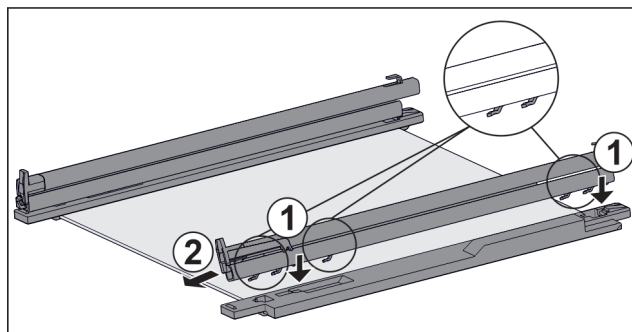

Fig. 133 带轨道和固定件的玻璃隔板
- ▶ 将轨道的挂钩放到左侧固定件的孔上。 Fig. 133 (1)
- ▶ 向前拉轨道。 Fig. 133 (2)
- ▶ 将轨道的挂钩放到右侧固定件的孔上。 Fig. 133 (1)